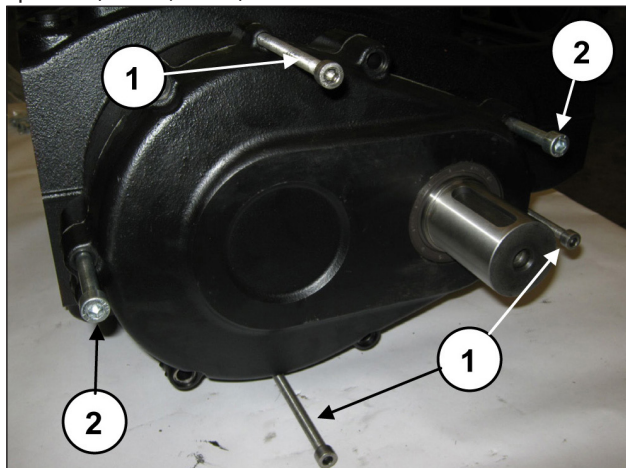

Рис. 5
Установите 3 штифта или винта с резьбой М8 (поз. ①, Рис. 5) в роли съемников в соответствующие отверстия и два достаточно длинных винта М10 для поддержания крышки (поз. ②, Рис. 5).